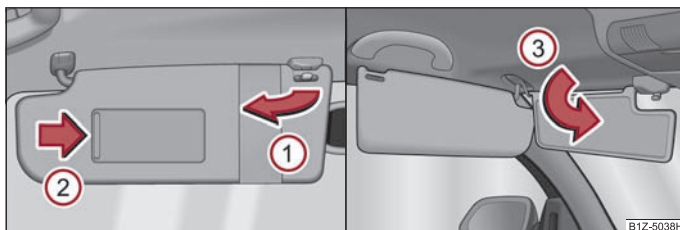

Abb. 48 Sonnenblende: Ausschwenken / doppelte Sonnenblende
Die Sonnenblende für den Fahrer bzw. Beifahrer können Sie aus der Halterung herausziehen und zur Tür in Pfeilrichtung ① ⇒ Abb. 48 schwenken.